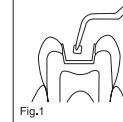

Fig.1
- b) Applicare il GC CAVITY CONDITIONER (10 secondi) oppure il GC DENTIN CONDITIONER (20 secondi) sulle superfici a cui aderire utilizzando un pellet di cotone o una microspugna (Fig. 1).
- b) Aplicar GC CAVITY CONDITIONER (10 segundos) ó GC DENTIN CONDITIONER (20 segundos) a las superficies de unión con una bolita de algodón ó una esponja (Fig. 1).